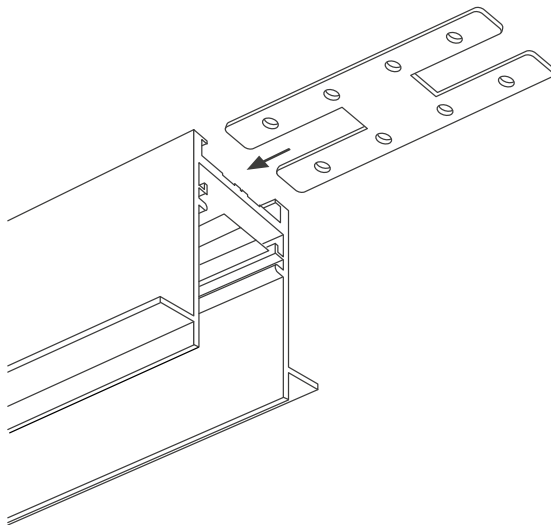

Рис. 4. Установка соединителей в пазы шинопровода
- 3.7. Установите в паз шинопровода коннектор прямой MAG-CON-25-UP арт. 033432 на половину его длины и закрепите установочными винтами из комплекта поставки (см. рисунок 4). В случае ее наличия предварительно снимите торцевую заглушку. Ответную часть коннектора установите в соответствующие пазы другого шинопровода и/или коннектора и закрепите установочными винтами.